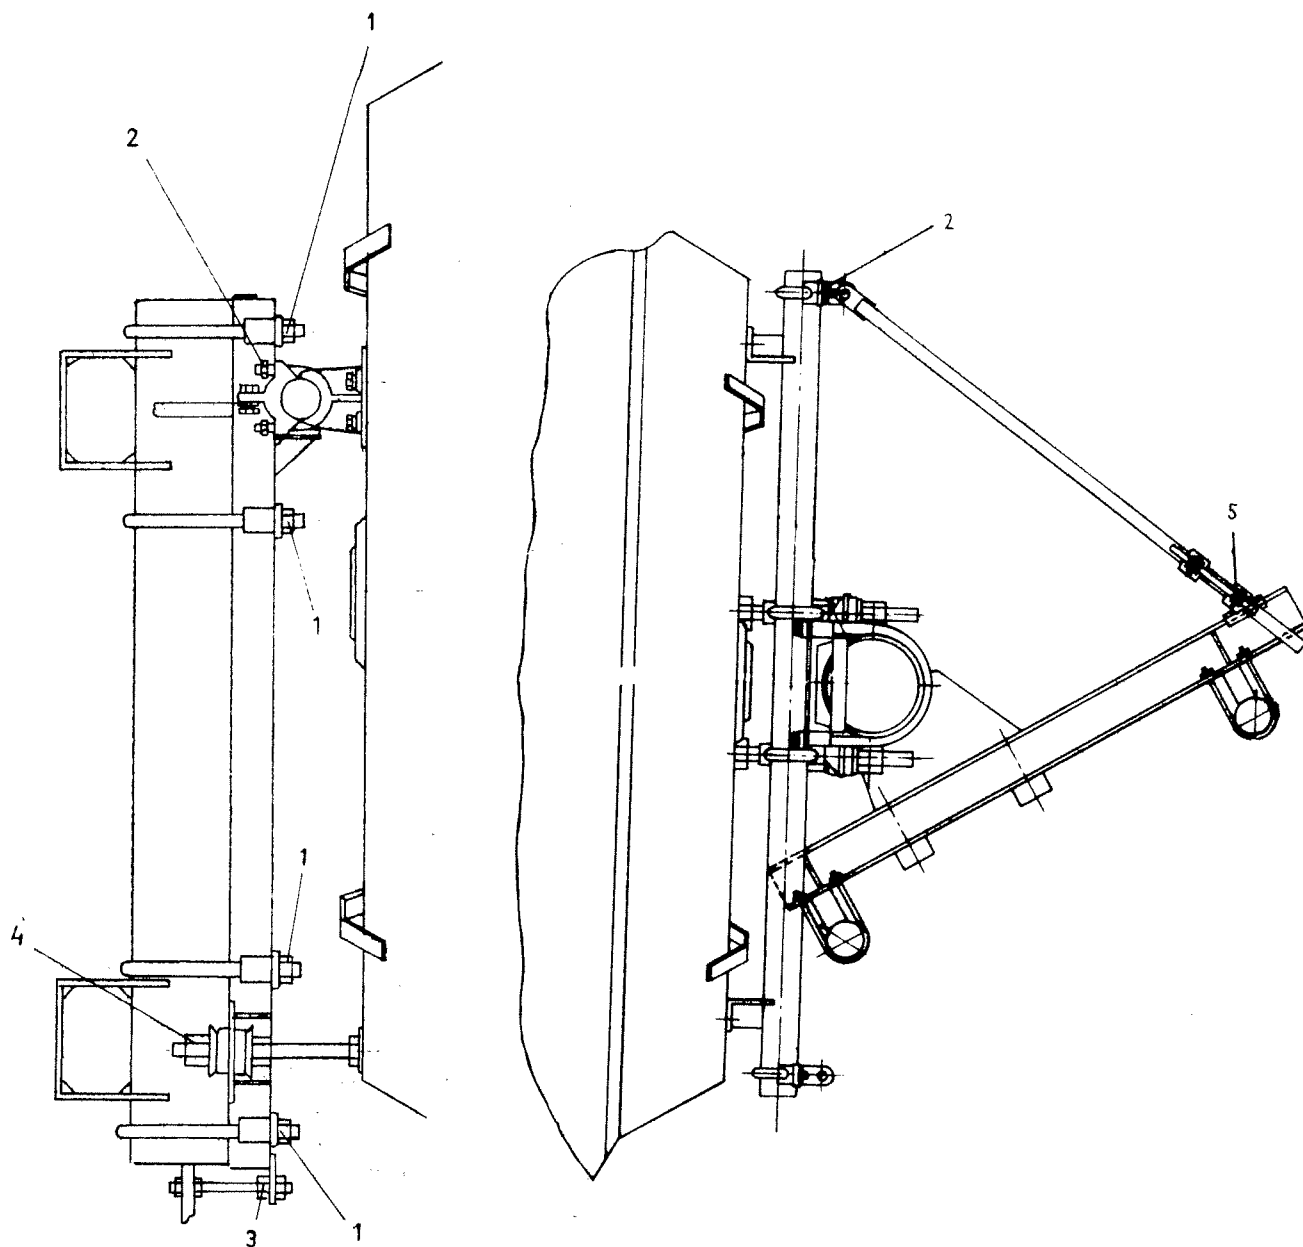

Bild 2
- Lossa byglarna som håller antennen vid det grova centrumröret 1, se bild 2.
- Byglarna 1, se bild 2, ska vara fastskruvade så att antennen är låst.